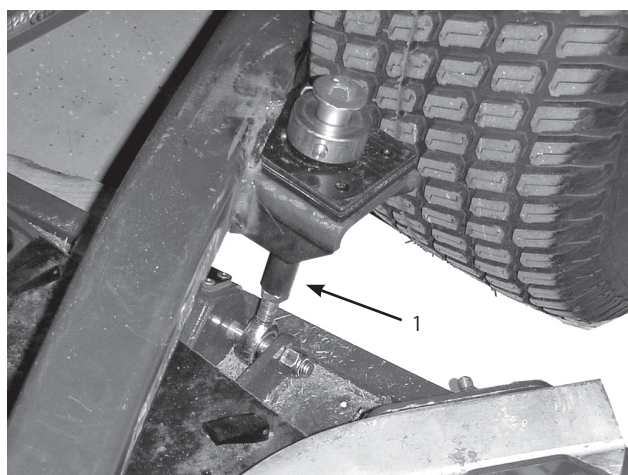

図12
5. カuttingユニット後部で、刈高ロッドに刈高カラーを固定しているヘアピンとクレビス・ピンを外す（図12）。